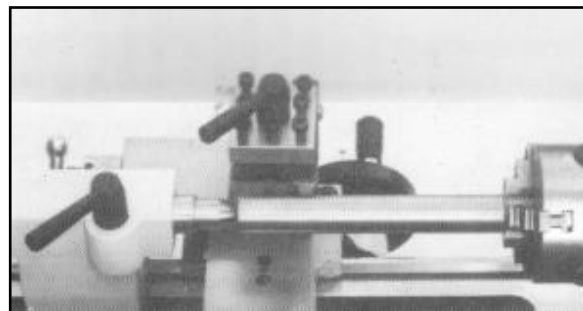

Figura 18 – Dettaglio contropunta.
3. Se necessario, verificare l'**eccentricità del pezzo** utilizzando un comparatore e facendo ruotare lentamente il pezzo (a mano) dopo averlo fissato tra le punte (vedere la Figura 18).